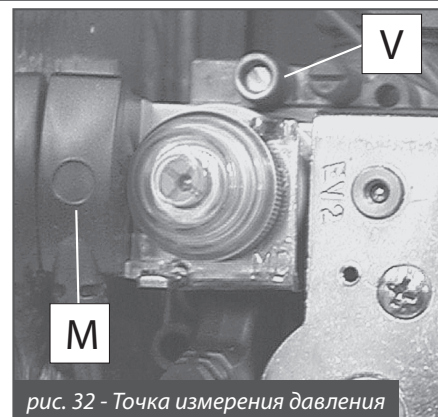

рис. 32 - Точка измерения давления
- установить манометр в ниппель контроля давления **V** (рис. 32);
- отсоединить электроконтакт бобины модулятора **М** (на рис. 32);